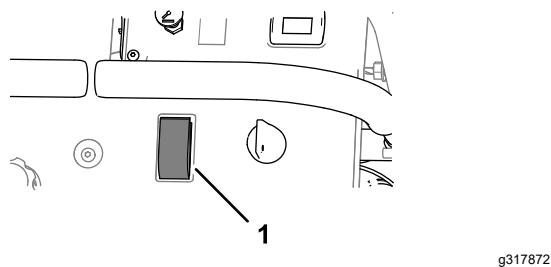

Figure 45
- Réglez la commande de la pompe à la position MARCHE (Figure 45).